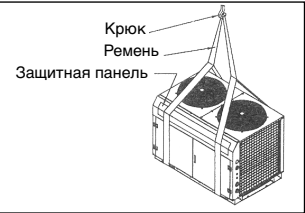

Рисунок 1
- Поднимать блок необходимо с помощью крана. Убедитесь, что ремни, на которых подвешен блок, не прикасаются к теплообменнику, верхней панели и передней панели (используйте защитную панель), как показано на рис. 1.